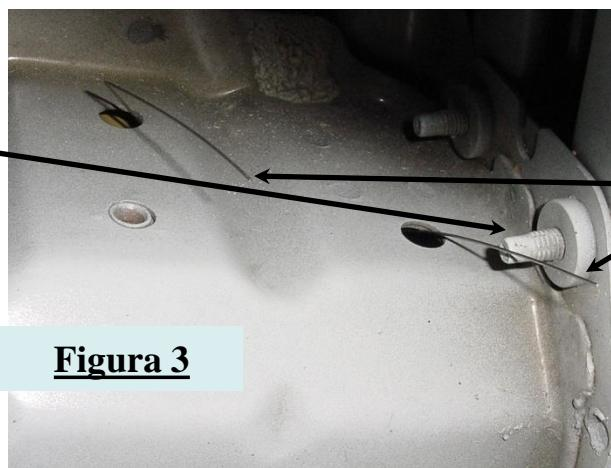

Figura 3
2. Inserte los pernos de carroaje con los bloques a través del orificio de acceso redondo en la base del bastidor y por fuera a través de los orificios en el exterior del bastidor, en ambos lados del vehículo. Empuje el extremo de los pernos de nuevo dentro del bastidor y deje los extremos del cable de la guía del perno que salga por fuera. Ver **Figura 3**, siguiente página.